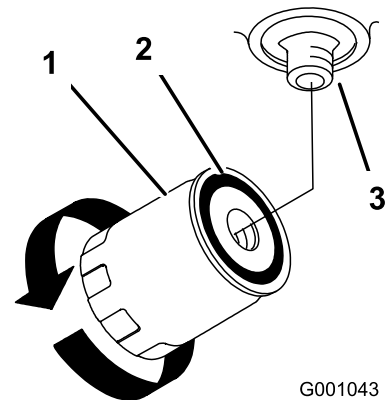

Figure 59
3. Appliquez une fine couche de liquide hydraulique sur le joint en caoutchouc du filtre de rechange (Figure 59).
7. Remplissez le réservoir hydraulique jusqu'à ce que le liquide déborde du filtre. Tournez alors le filtre à huile dans le sens horaire jusqu'à ce que le joint en caoutchouc vienne toucher l'adaptateur du filtre. Serrez ensuite le filtre de 1/2 tour supplémentaire (Figure 59).